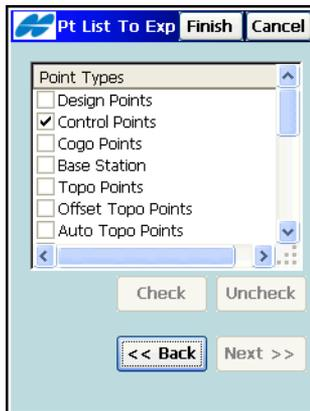

Abbildung 5-21. Punktyp(en) für Export wählen
4. Wenn *Nach Punktyp* oder *Nach PTyp*, *Entfernung* u. *Code* in der Liste *Punkte* gewählt wurde, erscheint das Fenster ***Punkt(en) für Export wählen*** (Abbildung 5-21).